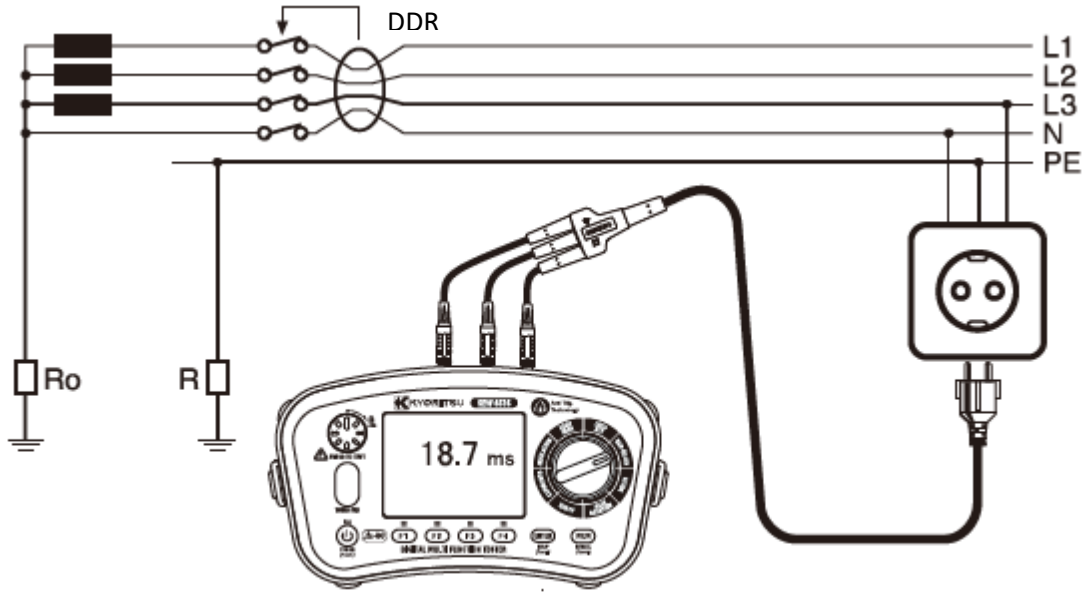

Figure 11-1
La terre étant imparfaite dans la Figure 11-1, lorsque R existe, lorsqu'un courant de défaut circule vers R, un potentiel électrique se produit. Il est possible que la personne en contact avec cette terre imparfaite, appelle la tension, qui se produit dans le corps humain à ce moment-là, appelée U_c .
(7) Connectez les câbles de test au circuit à tester. (Figures 11-1, 11-2 et 11-3)
(8) Contrôle de câblage